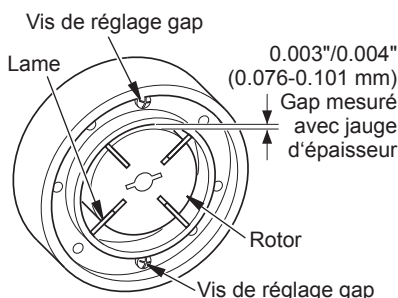

Figure 22 - Emplacements gap vis de réglage
6. Déposer le rotor, d'insertion et lames (voir figure 22, page 73).
9. Vérifier l'écartement sur le rotor. Ajuster à 0.076/0.101 mm (0,003"/0,004") si nécessaire (voir figure 22).